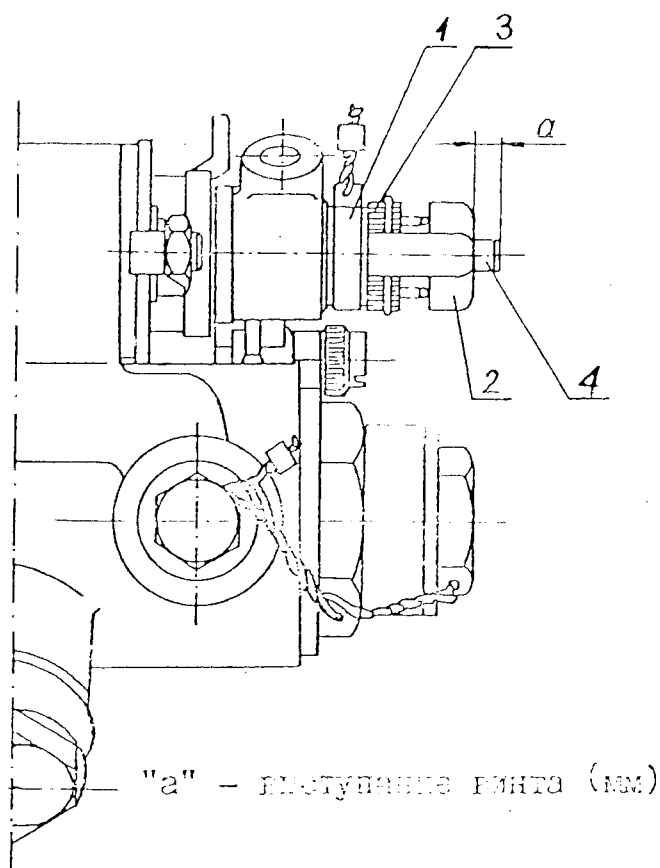

Рис. 9.2. Схема регулировочного винта агрегата РО-40ТА.
5.5. Методика выполнения регулировки винтом агрегата Р0-40ТА (рис. 9.2.).